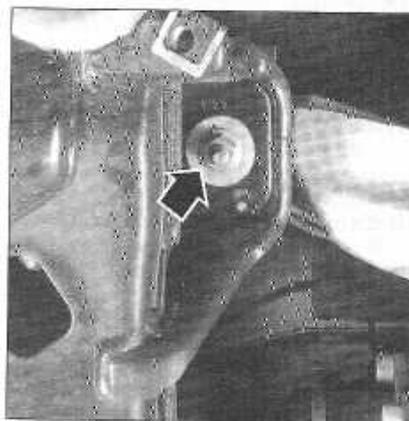

FIGURE 1-20
- Desserrer l'écrou de fixation du support gauche de boîte de vitesse, jusqu'à ce qu'il arrive au ras de la vis (figure 1-20).